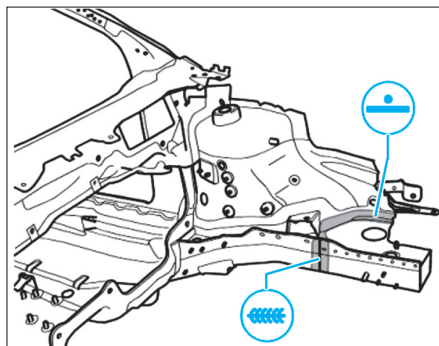

FIG. 29
- Souder le longeron avant comme illustré (Fig.29).